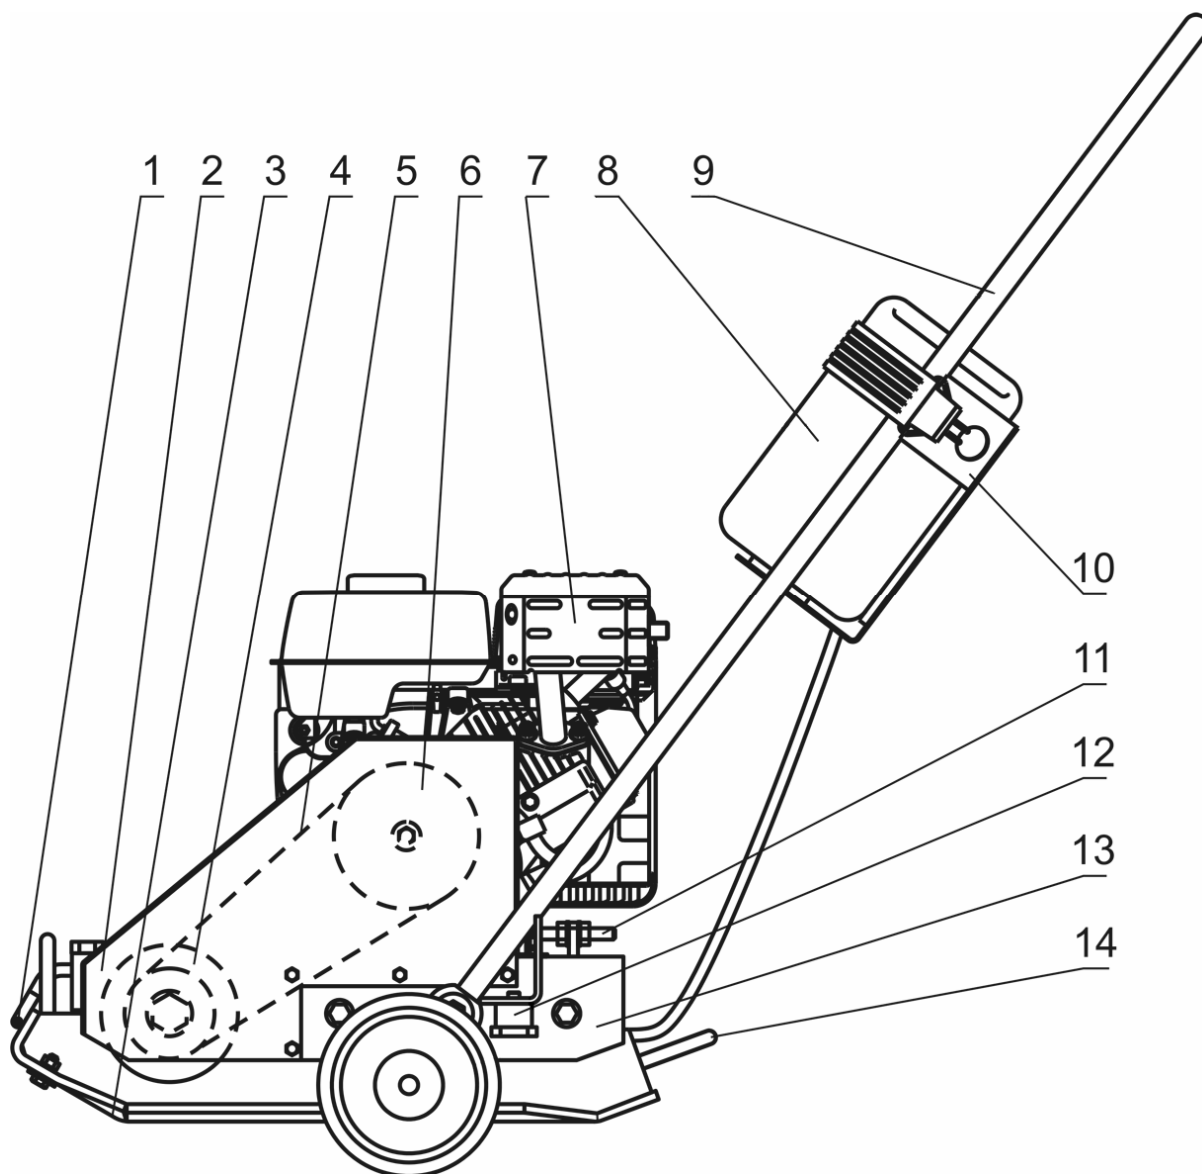

Рис.1
- Виброплита (см. рис.1) состоит из рабочей плиты поз.3, на которой монтируются все основные узлы виброплиты.